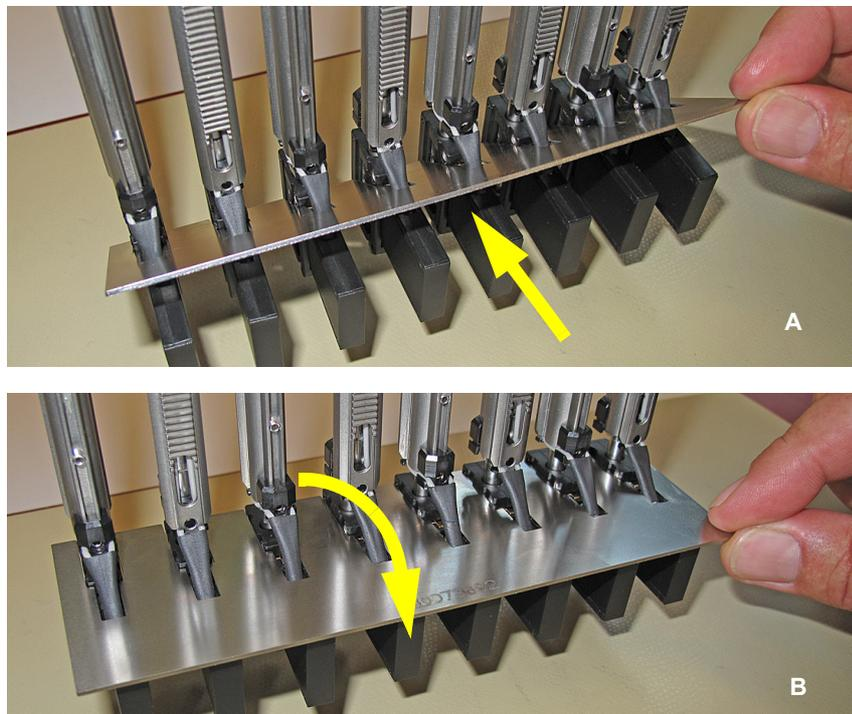

Abb. 7-12 Einstelllehre für Air LiHa-Spitzenadapter
- 5 Spreizen Sie die Z-Stangen und befestigen Sie die Air LiHa-Spitzenadapter durch Einsetzen der Einstelllehre für die Spitzenadapter wie in Abb. 7-9,  7-41 dargestellt (Einsetzabfolge wie in Abb. 7-12,  7-43).
- ♦ Sorgen Sie dafür, dass die Air LiHa-Spitzenadapter richtig ausgerichtet sind. Es muss möglich sein, die Einstelllehre wie in Abb. 7-12,  7-43 dargestellt in die Air LiHa-Spitzenadapter einzusetzen.